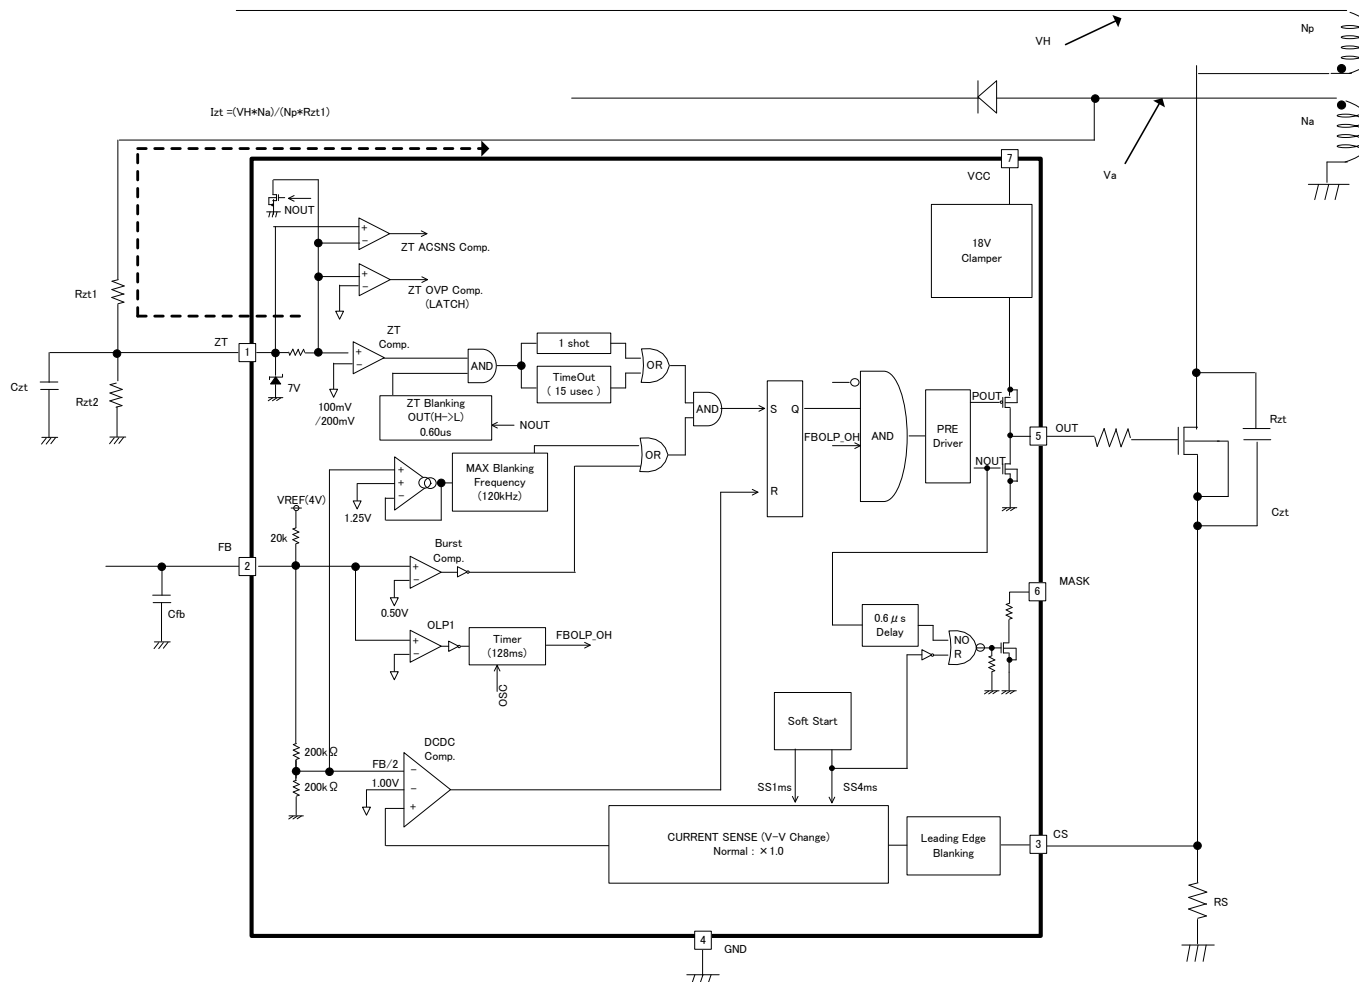
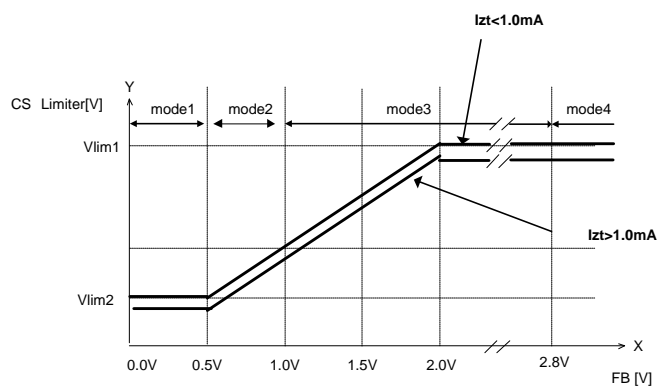
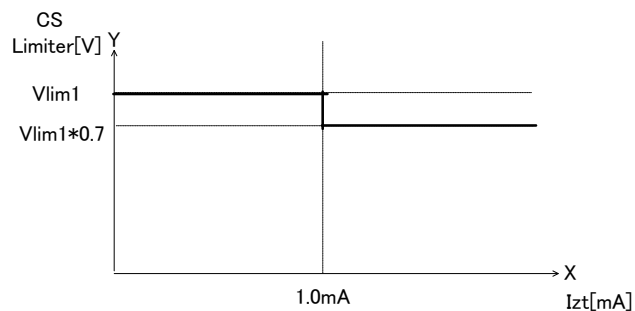
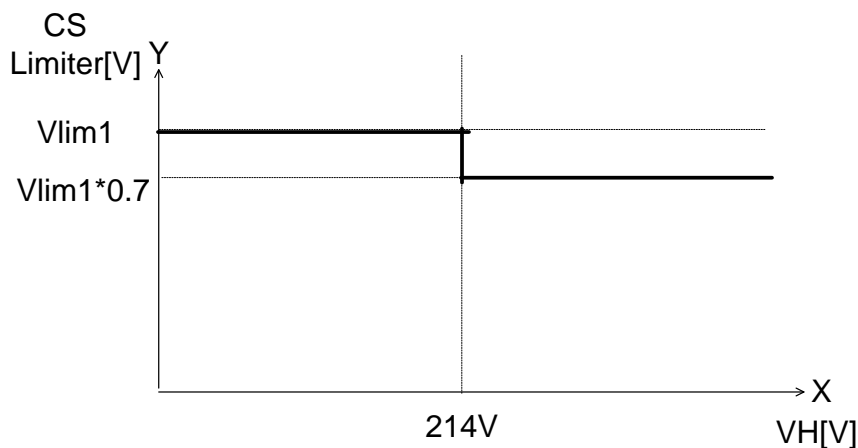

Figure 6. CS 切り換え電流ブロック図
Figure 7. CS 切り換え FB 電圧 VS CS 電圧
Figure 8. CS 切り換え ZT 電流 VS CS 電圧
Figure 9. CS 切り換え例 VH 電圧 VS CS 電圧
MOSFET ターンオン時、Va は入力電圧 (VH) に依存する負電圧になります。ZT 端子は IC 内部で、0V 近くでクランプします。その場合の計算式は下記になります。Figure 6 にブロック図を示します。Figure 7, Figure 8, Figure 9 にグラフを示します。